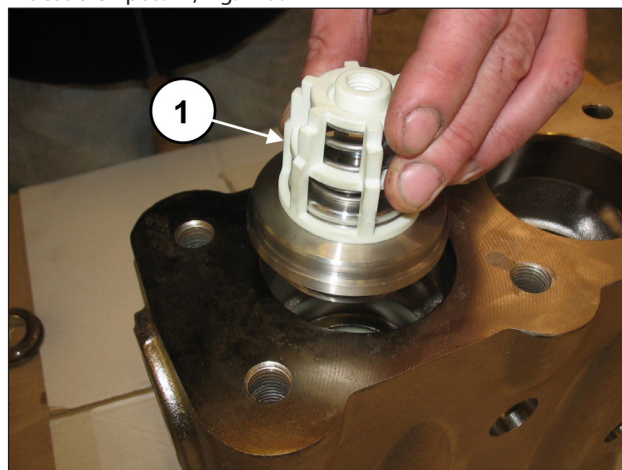

Fig. 118
Introducir el grupo de la válvula de envío (pos. ①, Fig. 118).